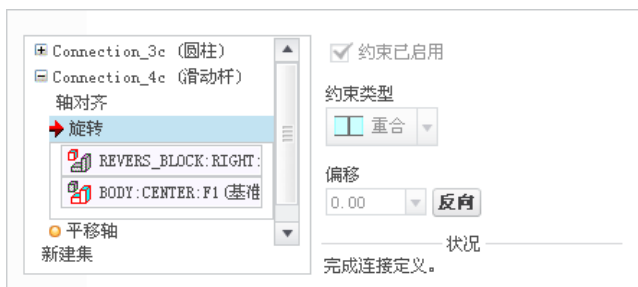

图 9.5.35 “旋转”约束参考
② 定义“旋转”约束。分别选取两个基准平面 (元件 Stop_Rod 的 RIGHT 基准平面和元件 Body 的 CENTER 基准平面)，以限制元件 Stop_Rod 在元件 Body 中旋转， 旋转 约束的参考如图 9.5.35 所示。